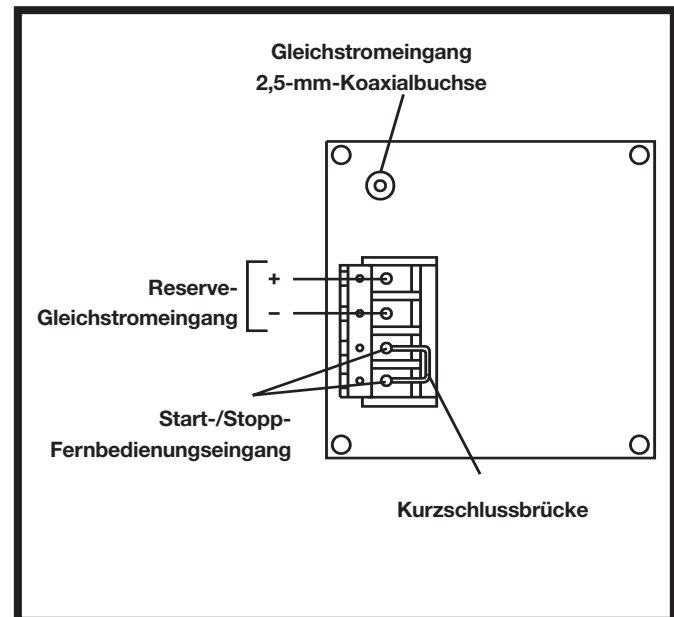

Abbildung 3. Pumpe – Rückwandkonsole
**Rückseitenkonsole, Abbildung 3,** enthält einen Gleichstromeingang zum Anschließen des Primärstroms und eine 4-polige Klemmleiste zum Anschließen der Start/Stop-Fernbedienung und eines Reserve-Gleichstromversorgungsgeräts.
Die Pole 3 und 4 der Klemmleiste an der Rückwandkonsole, Abbildung 3, sind für die Start-/Stopp-Fernbedienung vorgesehen. Die Pumpenrichtung und die Geschwindigkeit können nicht fernbedient werden. Beim Einsatz ohne Fernbedienung werden diese Anschlüsse mit einer Brücke kurzgeschlossen.